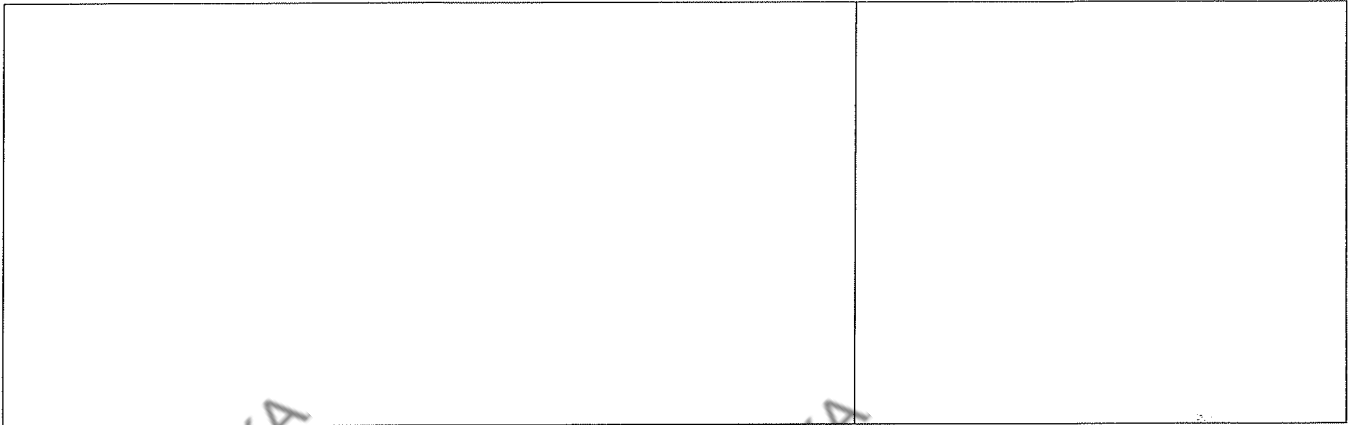

Рис. 48. Подключение электромотора и трансформатора.
Заводское исполнение соответствует эксплуатации подъемника с подачей питания трехфазным током и напряжением 400В; при другом значении напряжения питания способ подключения электродвигателя и трансформаторы должны быть изменены (Рис. 48).
2.1. Откройте клеммную коробку электромотора и выполните подключения, как показано на Рис. 48, принимая во внимание значение подаваемого на подъемник напряжения электропитания.